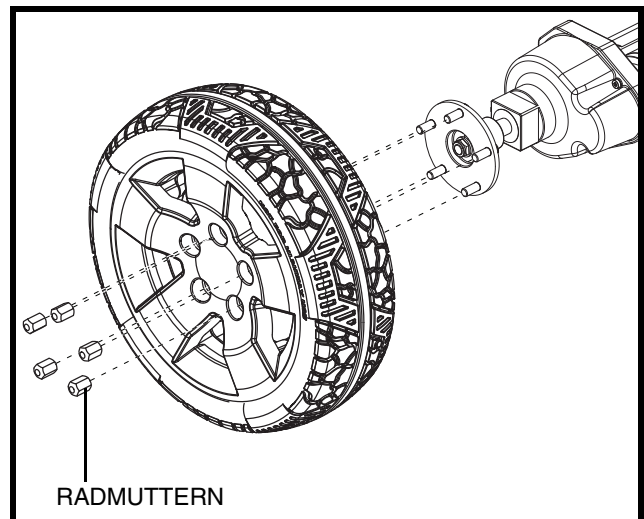

Abb. 24. Vollgummi Reifenradenthebung
3. Die fünf (5) Radmutter entfernen. **See figure 24.**
6. Die fünf (5) Radmutter wieder installieren und festschrauben.